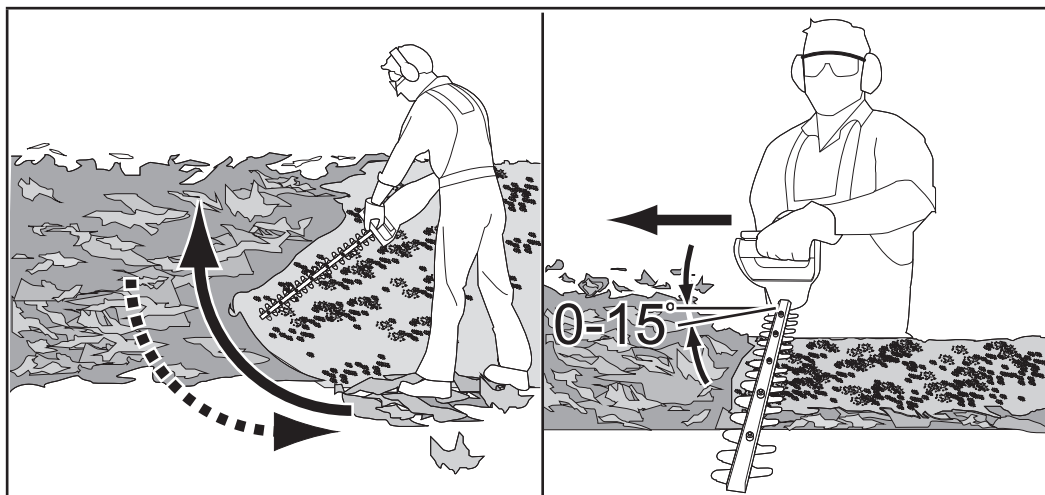

Fig. 6
- Segure sempre firmemente a máquina com ambas as mãos pelas pegas dianteira (1) e traseira (4). Nunca utilize esta máquina com apenas uma mão.
- Não apresse nem tente cortar demasiado com um só golpe da lâmina (9).
- Primeiro, corte de ambos os lados, partindo da parte inferior em direção à parte superior. Isto impede a queda de plantas cortadas no percurso da área ainda a cortar (Fig. 6).
- Depois de cortar dos lados, avance para o topo. Tente manter a lâmina (9) a um ângulo de aproximadamente 15° em relação à superfície a cortar (Fig. 6).
- Quando cortar sebes largas com uma área de corte em vista, mova a lâmina (9) levemente através da superfície a cortar num movimento contínuo seguindo a forma da sebe ou arbusto. É recomendada uma ligeira inclinação para baixo da lâmina de corte na direção do movimento para um melhor desempenho de corte (Fig. 6).